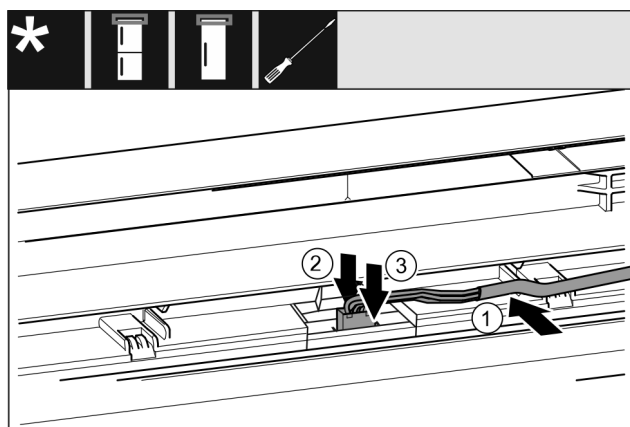

Fig. 42
- Šedý kabel vložte do vedení v horních dvířkách. Fig. 42 (1)
- Západku zatlačte dozadu Fig. 42 (2)
- Zaklapněte zástrčku. Fig. 42 (3)